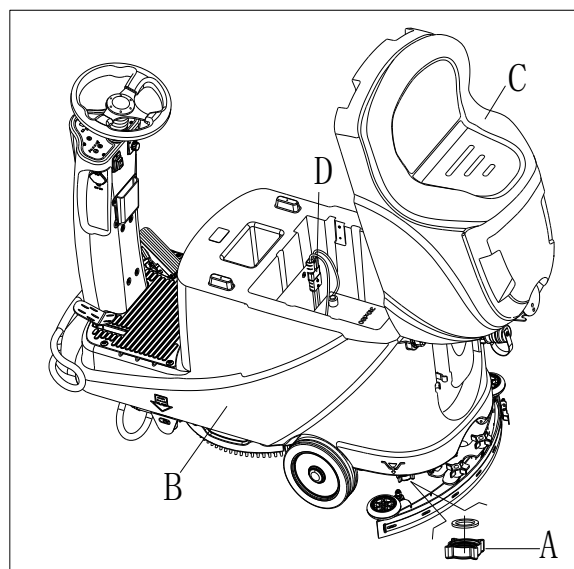

Рисунок 15
7. Опустошите бак моющего средства через выпускную крышку (А, Рисунок 15). А потом, промойте бак чистой водой.
2. Слейте воду (В и С, Рисунок 15), как показано в предыдущем параграфе.
2. Отсоедините разъем батареи (D, рисунок 15).